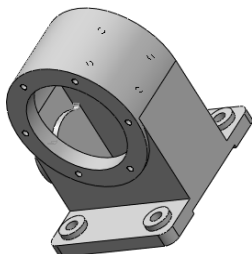

图 3-126 执行圆角效果
STEP 3 单击“特征”工具栏中的“圆角”按钮，设置圆角半径大小为 3mm，选择 **STEP 2** 创建的实体上部的两条边线，执行“恒定大小”圆角处理，效果如图 3-126 所示。